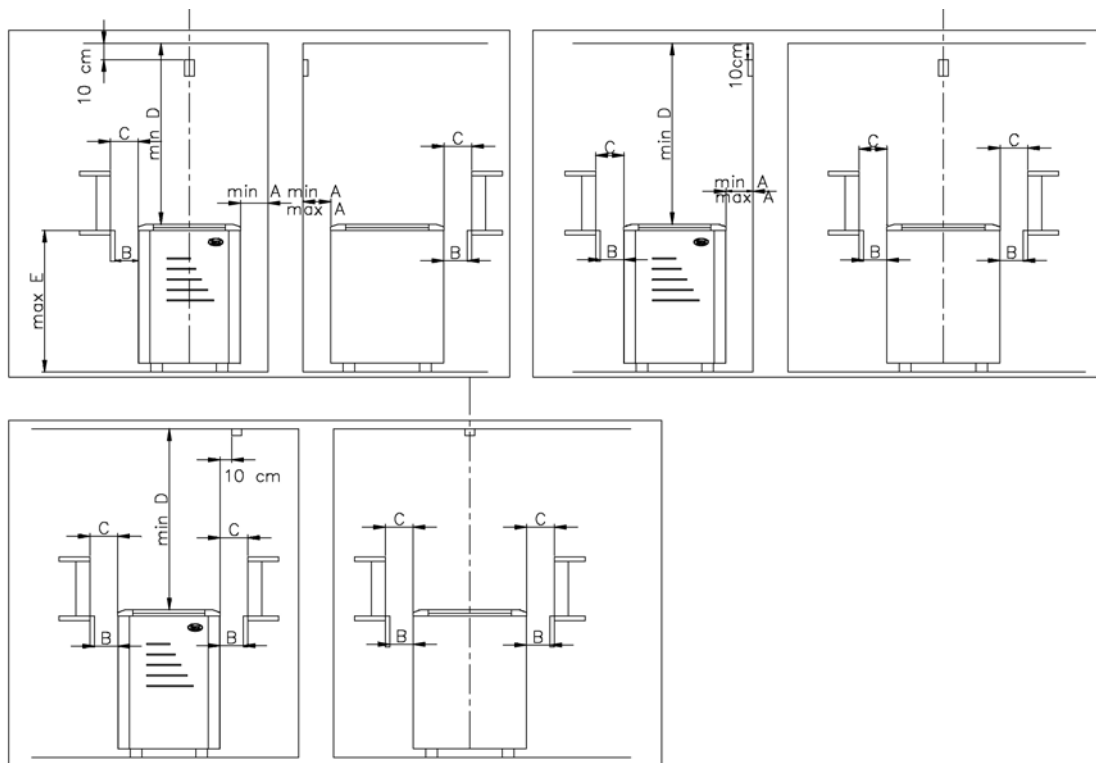

Abb. 2. Anbringung des Fühlergehäuses
- Das Fühlergehäuse wird im Steuerzentrum entsprechend Abb. 2 angebracht.